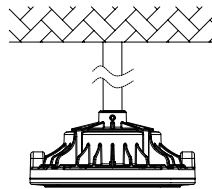
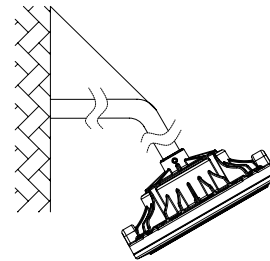

Figure 9
Figure 10
2. Fix the fixture in the required position (Figure 9, Figure 10, Figure 11).
2. Fixez le projecteur dans la position requise (Figure 9, Figure 10, Figure 11).